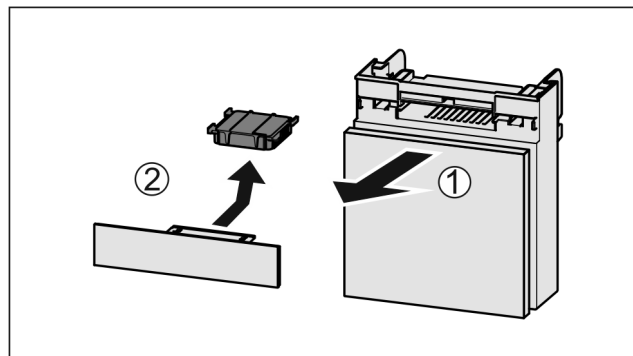

Fig. 76
- ▶ Вытянуть Fig. 76 (1) отделение движением вперед.
- ▶ Извлечение Fig. 76 (2) фильтра с активированным углем.